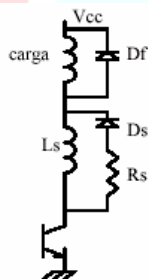

Figura 4.17. Circuito amaciador para entrada em condução.
b) Entrada em condução: Objetivo: reduzir V_{ds} e atrasar o aumento de I_d (figura 4.17)